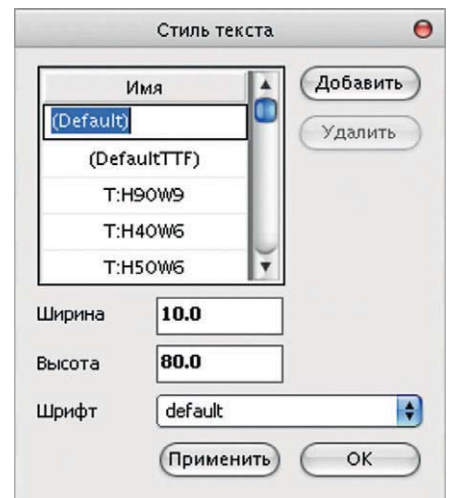

Рис. 16. Панель редактирования стиля надписей
- изменения распространяются на все выделенные надписи. Нажатие на кнопку  справа от окна выбора стиля приводит к появлению панели редактирования стиля надписей (см. рис. 16).